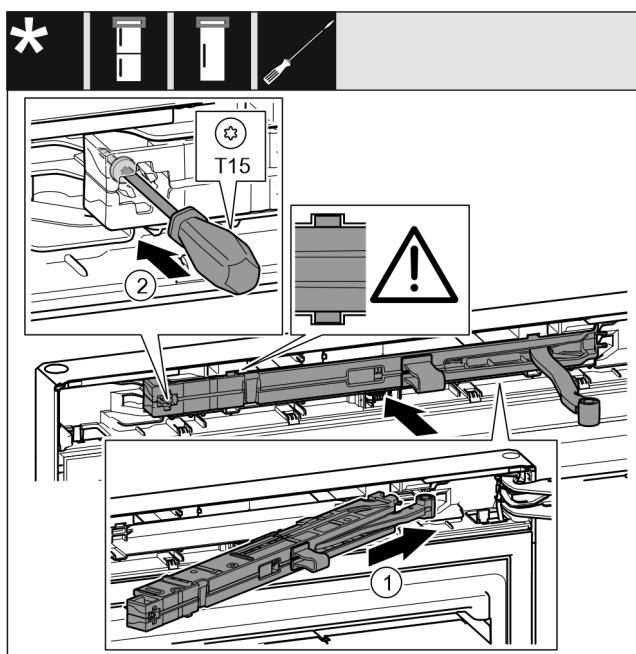

Fig. 47
- ▶ 将托架侧面的关门阻尼单元倾斜插入凹槽直至止挡装置。Fig. 47 (1)
- 用 T15 螺丝刀拧紧螺钉。Fig. 47 (2)